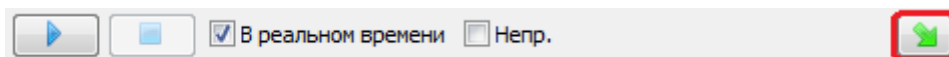

Рис. 3.13 Функция «Показать зависимость уровня сигнала от времени»
6. Для установки момента времени воспроизведения сигналов необходимо отобразить график зависимости уровня сигнала от времени, активировав функцию «Показать зависимость уровня сигнала от времени» (Рис. 3.13) в программе «Воспроизведение сигналов».